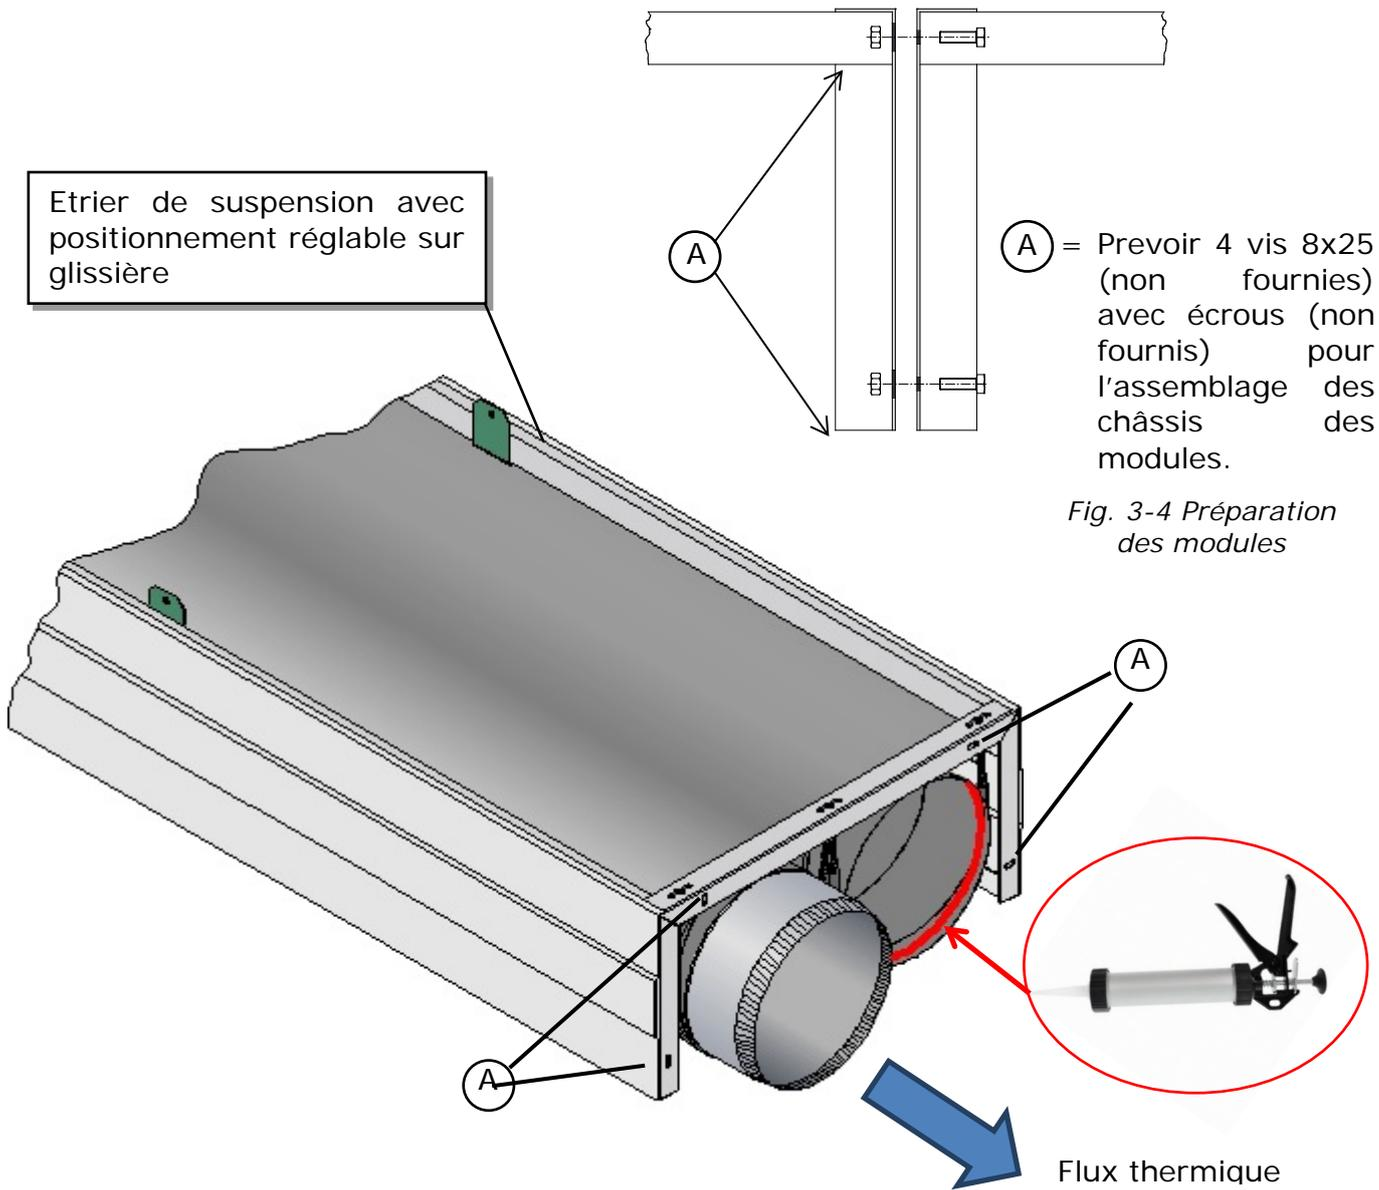

Fig. 3-4 Préparation des modules
- 1) Avant l'assemblage, appliquer systématiquement un cordon de silicone (**utiliser exclusivement le silicone fourni**) sur le périmètre intérieur du tube femelle selon la Fig. 3-4.